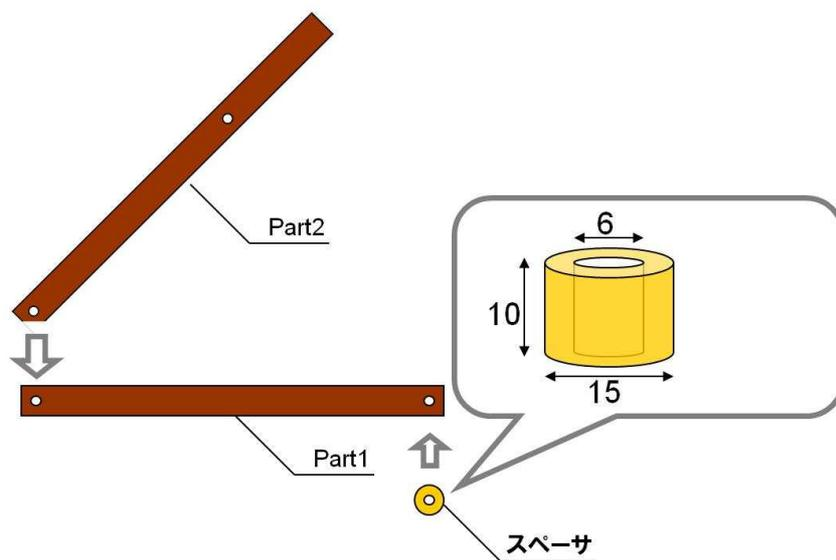

図23 脚の組み立て1
- ② 高さ35mmの木材に、高さ10mmの切り欠けをつけた木材を図23のように組み立てる。折りたたみ式にするので、逆側にはスペーサを取り付ける。